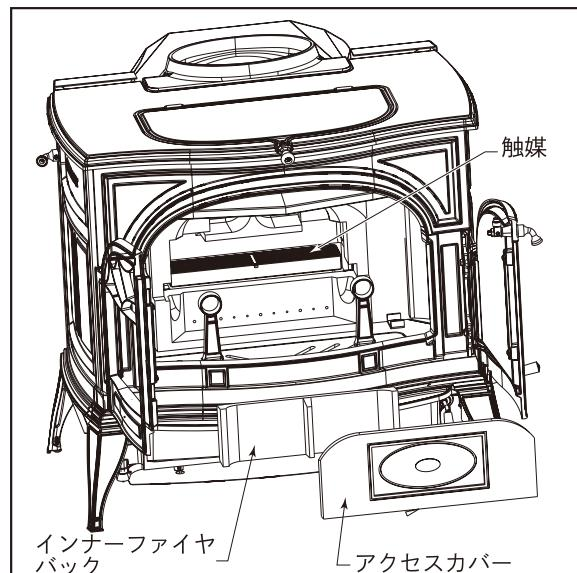

図 28 触媒コンバスターの点検
- ・燃焼室の背部に溜まった灰を掃除します。この作業は、煙突を年に1度掃除するときに同時に同時に行ってください。鏡などを使用し、燃焼室の後の煙が通る箇所を点検し、そこに掃除機のホースをさしこんで、灰を吸い取ります。(図28)